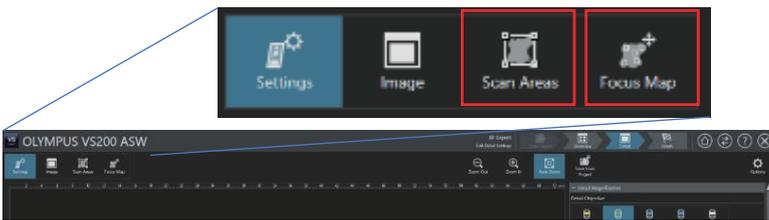

图 7
7、双击预览图或者点击Scan Areas进行扫描区域设置（图7）